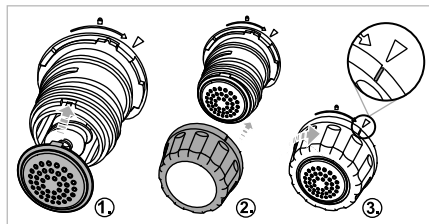

Fig. 5
- 8) Scegliere il disco sagomato **8** adatto (vedere capitolo **9. Dischi sagomati**) e applicarlo al supporto **12** in modo che i due fermi del disco sagomato **8** scivolino negli incavi del supporto **12** (**fig. 5**).
- 9) Applicare il fissaggio per disco sagomato **14** al supporto **12** e ruotarlo saldamente in senso orario verso il simbolo  (**fig. 5**). Eventualmente fissare il disco sagomato **8** con la mano libera.
- 10) Il coperchio ② va montato solo dopo aver versato la farina necessaria nella vasca ⑮ (vedere capitolo **11. Produzione della pasta**).
- 11) Inserire la spina in una presa di corrente facilmente accessibile. Viene emesso un segnale acustico e il display ① si illumina brevemente. L'apparecchio si trova ora in modalità standby.